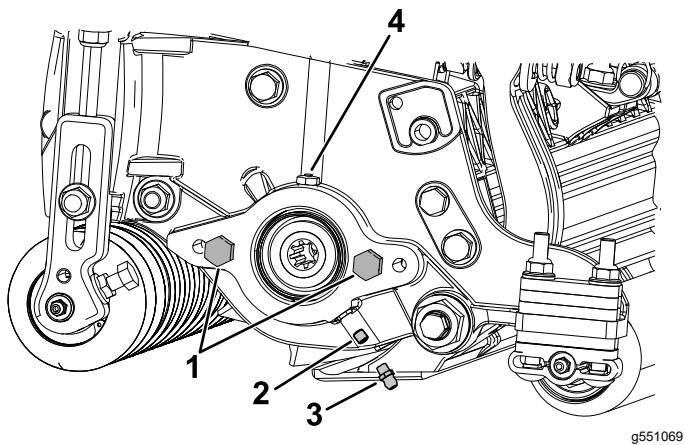

Figura 4
1. Retire e deite fora o parafuso de afinação da placa lateral do motor do cilindro (Figura 4).
1. Parafuso sextavado (2)	3. Bocal de lubrificação
- Instale o bocal de lubrificação reto (Figura 4).
- Se não existirem parafusos na placa lateral do motor do cilindro, instale-os (Figura 4).
- Lubrifique a placa lateral até que saia lubrificante pela abertura de lubrificação (Figura 4).